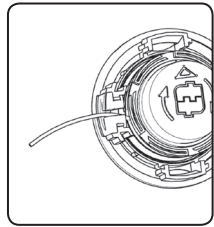
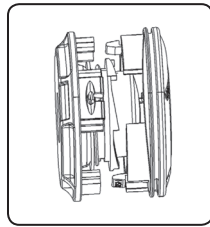

Abb. 20
Abb. 21
2. Fädeln Sie die Enden der Mähfäden durch die Löcher in der Abdeckung gemäß Abbildung 20 und setzen Sie die Abdeckung dann gemäß Abbildung 21 auf, so dass beide Verriegelungen hörbar einrasten. Vergewissern Sie sich, dass die Abdeckung ordnungsgemäß befestigt ist, da sich sonst beim Anlaufen die nicht gesicherten Teile lösen und in den Raum fliegen.